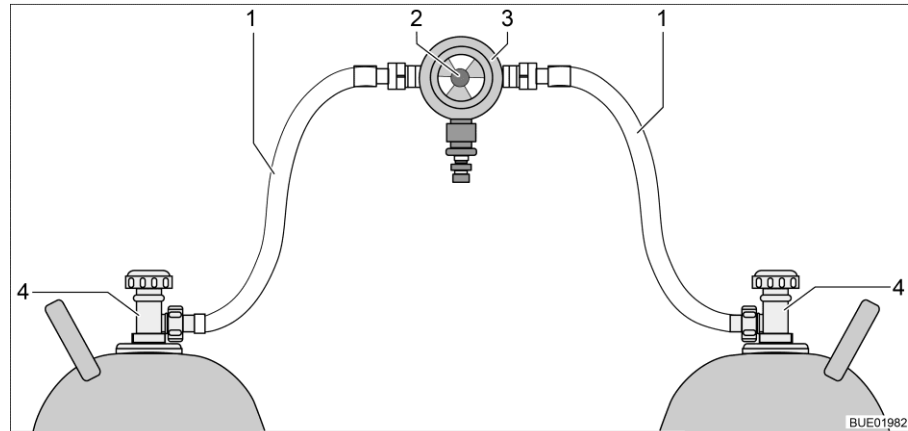
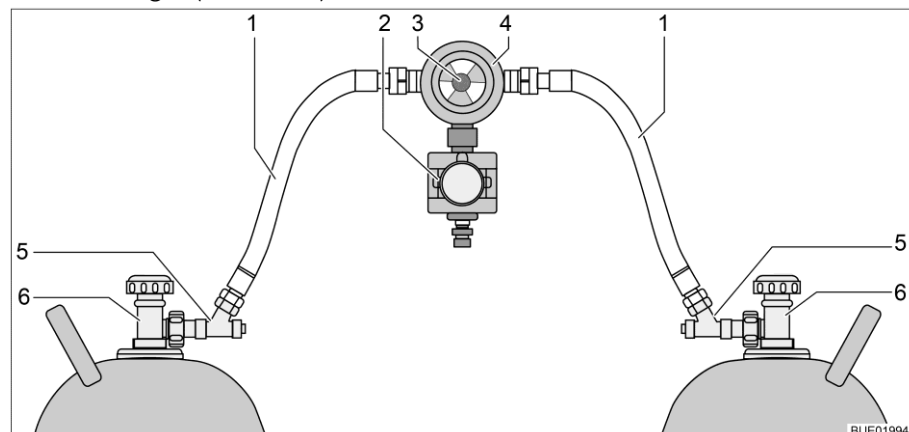

Bild 173 Omkopplingsenhet för gasflaskor
Bild 174 Omkopplingsenhet för gasflaskor med CPU
Omkopplingsenheten för gasflaskorna består av en kombinerad gastrycksregulator med omkopplingsventil och visning (Bild 173,3). Omkopplingsenheten för gasflaskor är monterad mellan de två gaslangarna (Bild 173,1).
Omkopplingsenheten för gasflaskorna består av en kombinerad gastrycksregulator med omkopplingsventil och visning (Bild 174,4) och en elektroventil (Bild 174,2). Elektroventilen spärrar vid kraftig bromsning, olycksfall eller kraftig lutning, av gastillförseln till fordonet. Omkopplingsenheten för gasflaskor är monterad mellan de två gaslangarna (Bild 174,1) med slangbrottssäkringar (Bild 174,5).
Med vredet (Bild 173,2 resp. Bild 174,3) på omkopplingsenheten, ställer du in vilken av gasflaskorna som ska användas som driftflaska och vilken gasflaska ska användas som reservflaska.
Med kontrollenheten (Bild 175) kan endast de elektriska funktionerna styras. Gasflaskornas huvudavstängningsventiler (Bild 173,4 resp. Bild 174,6) måste öppnas eller stängas för hand.
- Öppna huvudavstängningsventilerna på gasflaskorna (Bild 173,4 resp. Bild 174,6).
- Tryck in slangbrottssäkringarna (Bild 174,5) i 10 sekunder, efter varandra.
- Välj med vredet (Bild 173,2 resp. Bild 174,3) på omkopplingsenheten, gasflaskan som ska prioriteras (driftflaska). Vrid alltid vredet till stoppläget.
- Stäng huvudavstängningsventilerna på gasflaskorna (Bild 173,4 resp. Bild 174,6).